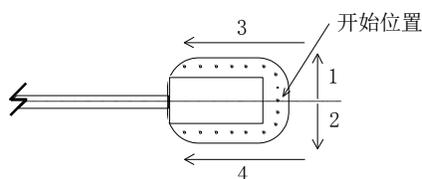

图6 - 点焊顺序
- 3) **点焊应变计** - 按照如图6所示的焊接方式和顺序点焊应变计的一端，如果是点焊VK-4150，应先从电缆引出线的一端开始，小心移开导线使其不阻碍焊接。开始点应从安装基片上后面一行标记点的中间开始，沿离开后面一行的方向完成焊接。当基片上所有的点均焊完后，再按同样顺序点焊另一端。焊接时应轻压并保持外观上应一致，不得产生移位，要保持焊把尖端清洁，不要留有焊渣。要定时地用400号粗砂纸上轻轻磨一下，要保持尖端表面平滑，适当的清理可使得尖端不致于在点焊中与应变计基片粘接。